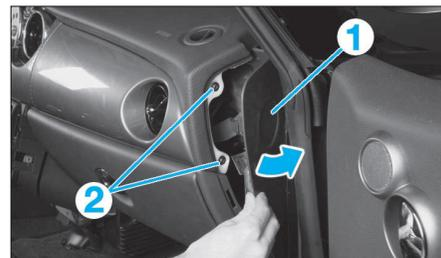

FIG. 14
- Déclipser le cache latéral (1) (Fig.14) de gauche et de droite dans le sens de la flèche et le déposer.
- Décliper le cache latéral (1) (Fig.14) de gauche et de droite dans le sens de la flèche et le déposer en arrière.